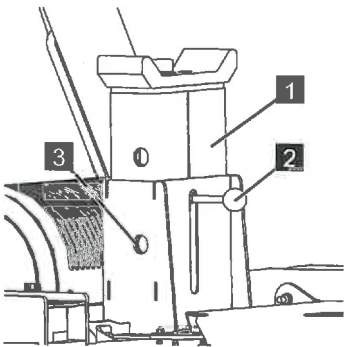

Abb. 113
6. Die Teleskopauflage (Abb.113/1) am Griff (Abb.113/2) nach oben ziehen, bis die gewünschte Bohrung (Abb.113/3) fluchtet.